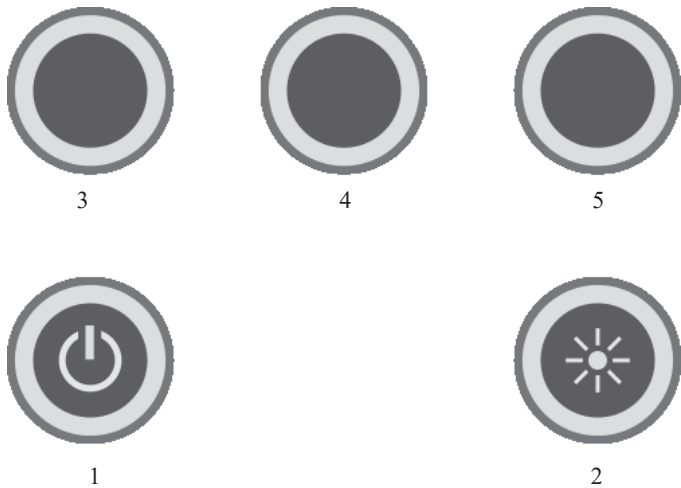

Рис.2 – Кнопки управления
На лицевой стороне БОИ расположены: ЖК-дисплей и органы управления: кнопки ВКЛ./ВЫКЛ., ПОДСВЕТКА и три функциональные кнопки (Рис.2).
6.2.1.1 Включите прибор однократным нажатием на кнопку (1, Рис.2). Перед началом работы убедитесь в работоспособности элементов питания (батарей). Если после включения прибора на дисплее появится мигающий символ разряда батареи (  ), нужно заменить батареи на новые.